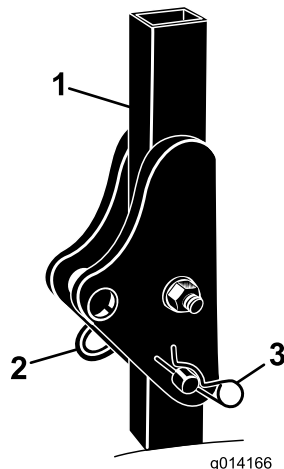

Figure 5
1. Retirez les 2 goupilles fendues et les 2 axes de l'arceau de sécurité (Figure 5).
2. Levez l'arceau de sécurité à la verticale et fixez-le en position avec les 2 axes et les 2 goupilles fendues (Figure 5).